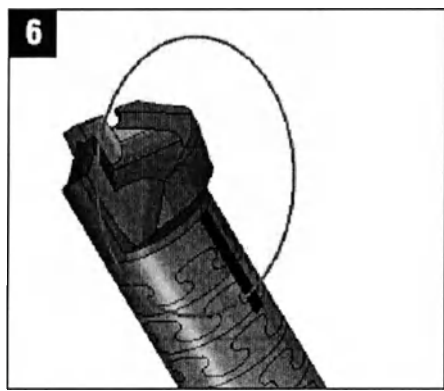

Рисунок 6.
9. Направление наконечника римера гибкого VersiTomic над проксимальным участком спиценаправителя VersiTomic можно сориентировать большим зубцом по своему желанию при вставке римера (смотрите рисунок 6), а затем рассверлить до нужной глубины.